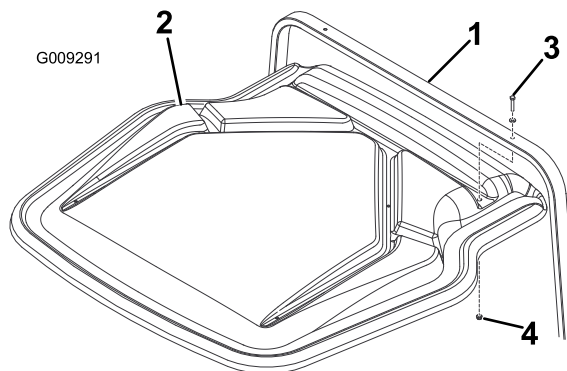

Figura 7
- A. Se a sua máquina não possui um ROPS, prenda o toldo ao tubo de suporte traseiro utilizando dois parafusos (5/16 x 2 pol.), duas anilhas (5/16 pol.) e duas porcas flangeadas (5/16 pol.) como se mostra na Figura 7.